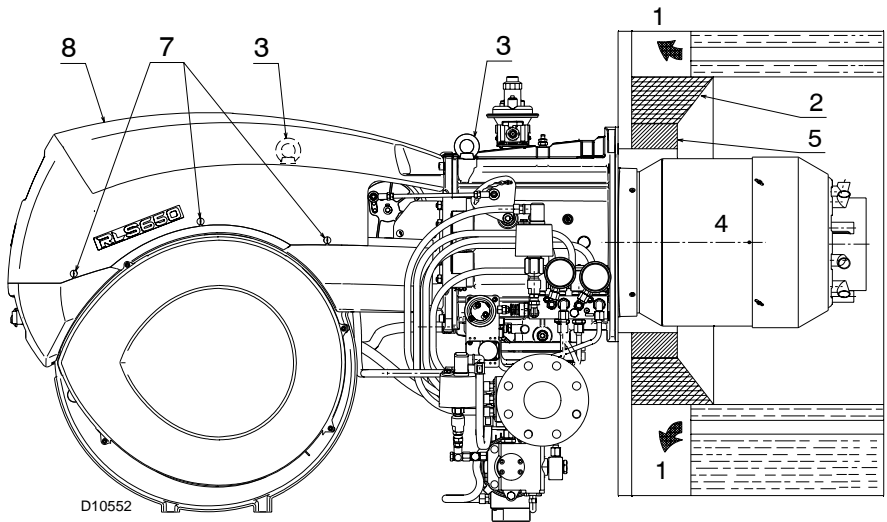

图 10
带前烟道 1) (图 10) 或回焰炉膛的锅炉，其使用耐火材料制成的保护性炉补 5) 必须装于锅炉炉补 2) 和燃烧筒 4) 之间。
对于带水冷却前板的锅炉，则不需要耐火材料制成的炉补 2)-5) (图 10) 除非锅炉制造商另有要求。
- 使用吊环 3)，确保起吊系统满足需要 (图 10)。
- 将随附的隔热垫 (标准配置) 安装到燃烧筒 4)(图 10)。